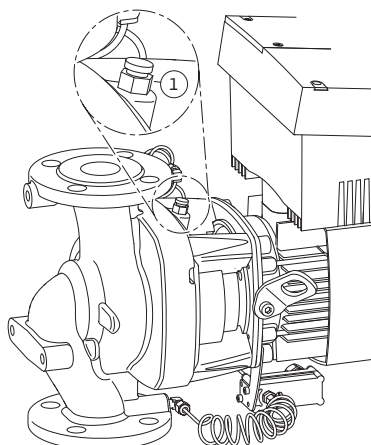

Fig. 51: Õhutusventiil
6. Vabastage pump rõhu alt, avage selleks õhutusventiil (Fig. 51, pos 1).